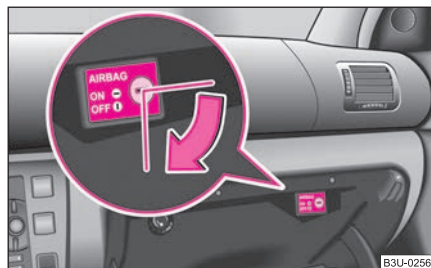

**Abb. 152 Ablagefach:
- Drehen Sie mit dem Hauptschlüssel den Schlitz des Airbag-Schalters in Pfeilrichtung in die Position **OFF** ⇒ Abb. 152. Der Schlitz des Airbag-Schalters muss in senkrechter Position stehen.
- Drehen Sie mit dem Hauptschlüssel den Schlitz des Airbag-Schalters entgegen der Pfeilrichtung in die Position **ON** ⇒ Seite 146, Abb. 152. Der Schlitz des Airbag-Schalters muss in die waagerechte Position stehen.